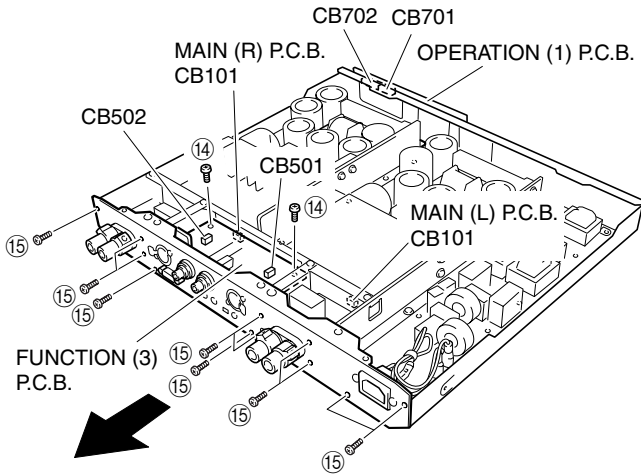

Fig. 7
9. Removal of FUNCTION (2), (3), (6) and (7) P.C.B.s
- a. Remove the connector (CB101) on the MAIN (R) and MAIN (L) P.C.B.s. (Fig. 7)
- b. Remove the connectors (CB501, CB502) on the FUNCTION (3) P.C.B. (Fig. 7)
- c. Remove the connectors (CB701, CB702) on the OPERATION (1) P.C.B. (Fig. 7)
- d. Remove 2 screws (14). (Fig. 7)
- e. Remove 11 screws (15). (Fig. 7)
9. FUNCTION (2), (3), (6), (7) P.C.B.の外し方
- a. MAIN (R)およびMAIN (L) P.C.B.上のコネクタ(CB101)を外します。(Fig. 7)
- b. FUNCTION (3) P.C.B.上のコネクタ(CB501、CB502)を外します。(Fig. 7)
- c. OPERATION (1) P.C.B.上のコネクタ(CB701、CB702)を外します。(Fig. 7)
- d. 14のネジ2本を取り外します。(Fig. 7)
- e. 15のネジ11本を外します。(Fig. 7)